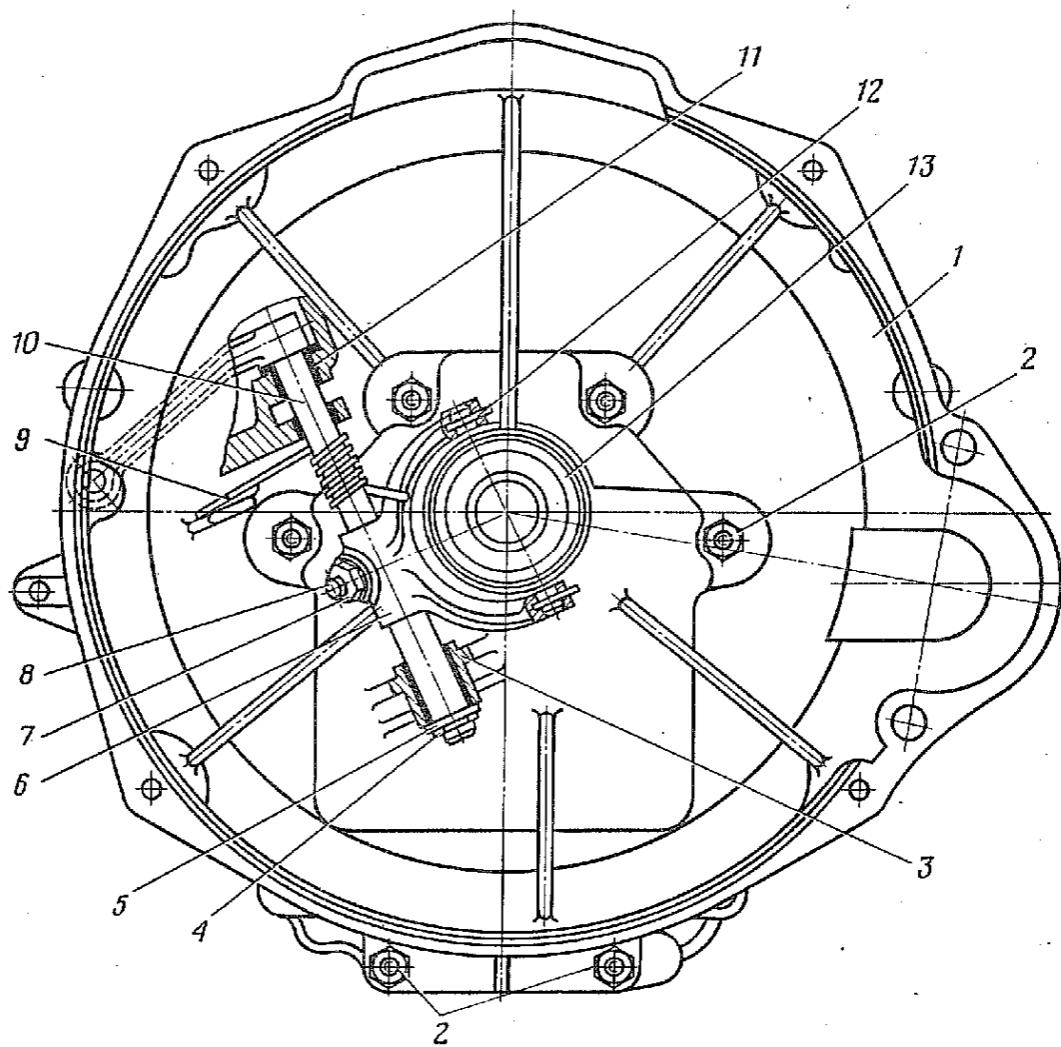

Рис. 52. Механизм выключения сцепления:
3.2. Снять соединительные звенья 12 (рис. 52) с цапф обоймы под пятника 13 и вилки 6, снять под пятник в сборе (отвертка 150×0,5).
4.2. Установить нижнюю 3 (рис. 52) и верхнюю 11 втулки в приливы картера сцепления.